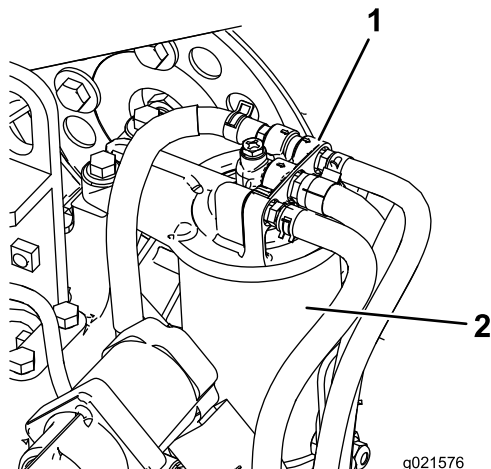

Figure 30
1. Nettoyez la surface autour de la tête du filtre à carburant (Figure 30).
2. Déposez le filtre et nettoyez la surface de montage de la tête du filtre (Figure 30).